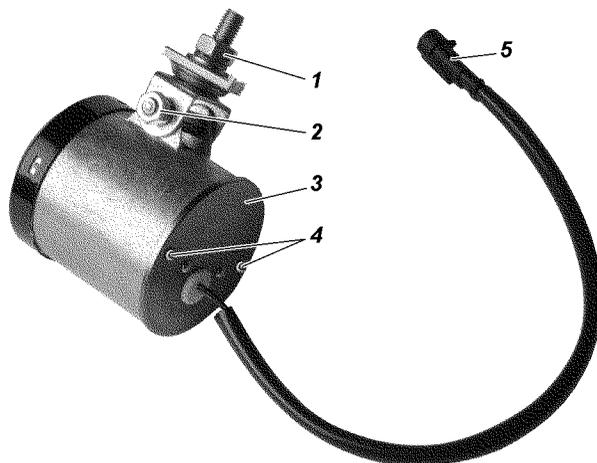

Рис. 9.43. Противотуманная фара:
**Противотуманные фары.** Для регулировки противотуманных фар ослабьте гайки 1 и 2 (рис. 9.43) крепления фар и, поворачивая корпус фары в горизонтальной и вертикальной плоскостях, установите фару в положение, при котором светотеневая граница совпадает с линией 1 (рис. 9.44), и в этом положении затяните гайки.